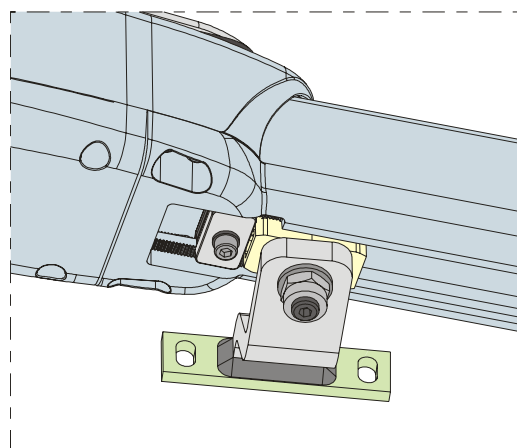

Fig. 18
- 4) Déplacer l'arrêt à proximité de la patte d'attache d'après la Fig.18.